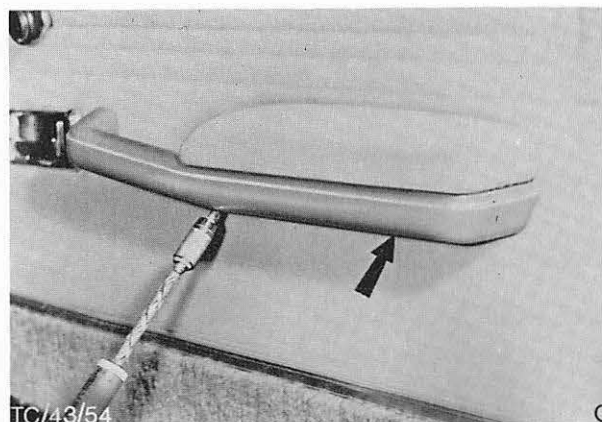

Abb. 47 Lage der Befestigungsschrauben – Türarmlehne
1. Beide Schrauben an der Unterseite der Armlehne entfernen und Armlehne um 90° drehen, damit der Haltebolzen frei werden kann, Abb. 47.